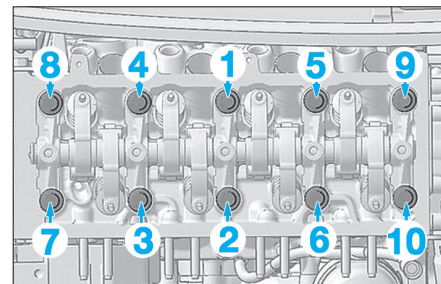

Fig. 45
- Respecter les couples et l'ordre de serrage de la culasse (Fig.45).